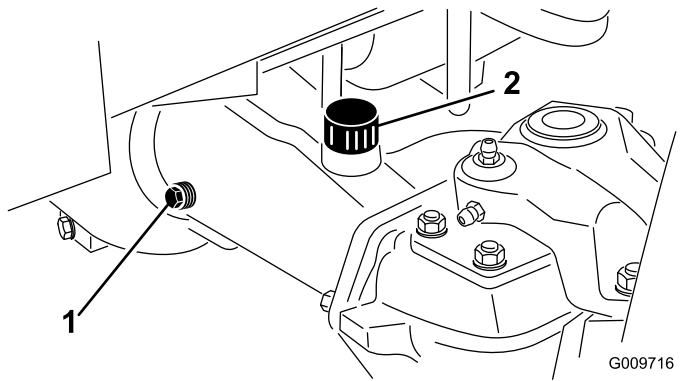

図 145
4. オイルが抜けやすいようにアクセルハウジングの点検プラグ2個と補給プラグ1個を外す **図 145**。